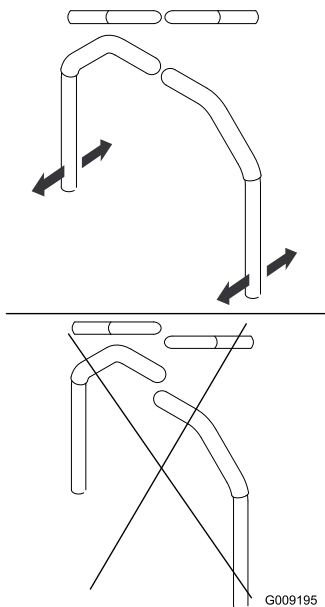

Figure 84
4. Réglez l'alignement avant/arrière des leviers en les plaçant tous deux à la position point mort, puis faites-les coulisser jusqu'à ce qu'ils soient alignés, et serrez les boulons (Figure 84).